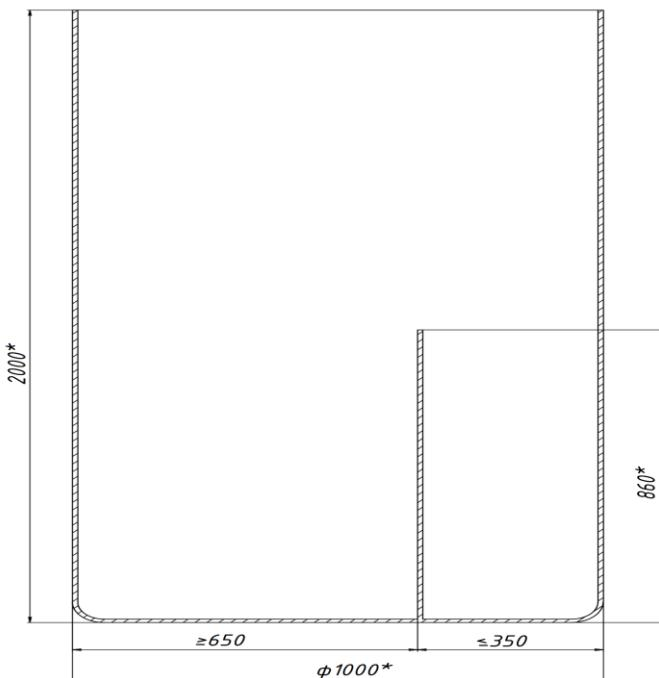

Рис. 1.2.
1. В коллекторе монтируется перегородка в соответствии с рис.1.2